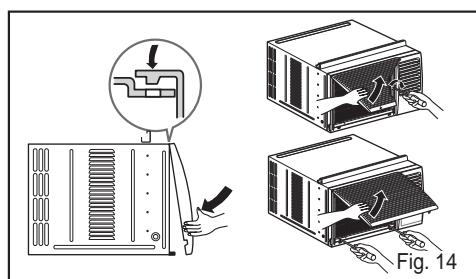

Fig. 14
8. Instale la rejilla frontal en el cabinete insertando la lengüeta en la rejilla a la lengüeta en el frente del cabinete. Empuje la rejilla hasta que se cierre con sonido de golpe. (Ver Fig. 14)
9. Levante la rejilla de entrada y asegúrela con un tornillo (tipo A) a través de la rejilla frontal. (Ver Fig.14)